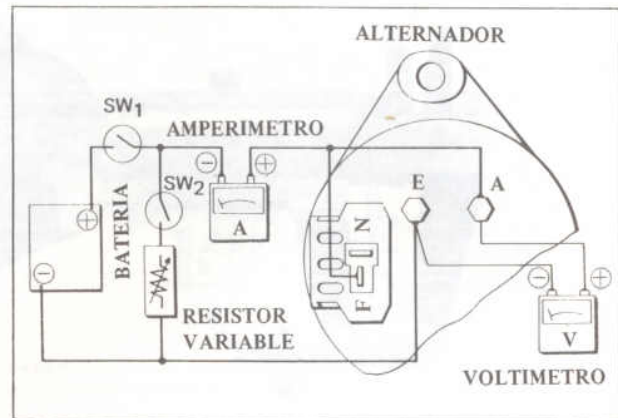

Fig. EE-49 Diagrama del circuito para medir la salida (II)
1. Conecte un resistor variable, batería, amperímetro y voltímetro como se muestra en la figura EE-49.